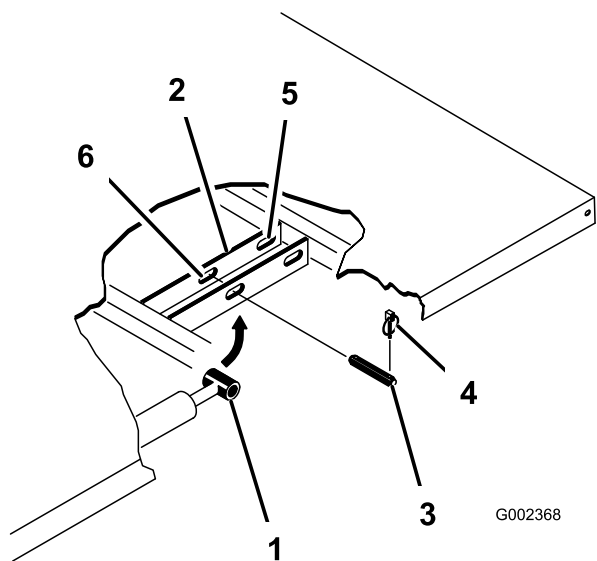

図 33
3. シリンダの外側端部からリンチピンを外す(図 33)。
4. シリンダロッドの端部を荷台取り付けプレートのスロットに固定しているクレビスピンを内側に押し込んで外す(図 33)。
5. ピボットブラケットをフレームに固定しているリンチピンとクレビスピンを外す(図 33)。